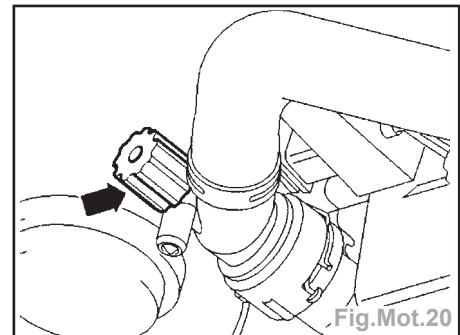

Fig.Mot.20
- Dévisser complètement la vis de vidange du radiateur pour vidanger le liquide de refroidissement (Fig.Mot.20).